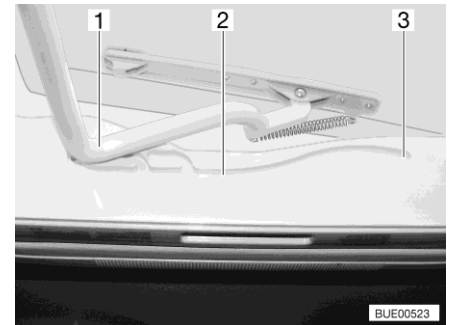

Bild 121 Spår (Heki-taklucka)
- Dra in bygeln (Bild 121,1) i spåren (Bild 121,2) till den bakersta positionen (Bild 121,3).
- Tryck bygeln (Bild 121,1) lätt uppåt med båda händerna.
- Drag bygeln till önskad position i spåret (Bild 121,2).